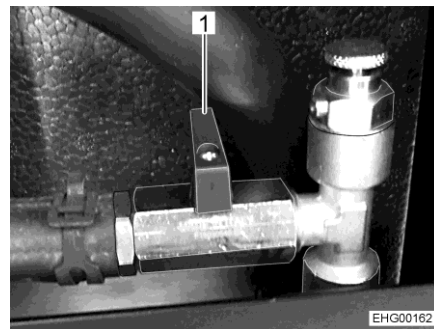

Fig. 181 Grifo esférico (cerrado)
- Ajustar la palanca (Fig. 181,1) transversalmente a la tubería.